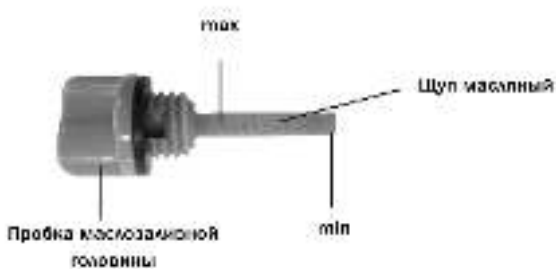

Рис. 6
3. Извлеките щуп и проверьте уровень масла. Он должен находиться между верхней и нижней отметкой контрольного щупа ближе к верхней отметке (max) (Рис. 6). В случае необходимости долейте свежее моторное масло.